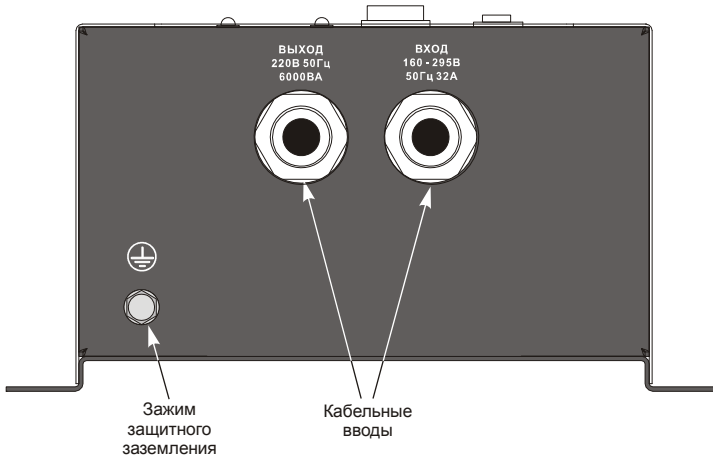

Рисунок 5 – Передняя панель стабилизатора
7.1.5 Соединить зажим защитного заземления X2, находящийся на передней панели стабилизатора (рисунок 5), с шиной защитного заземления оборудования в соответствии с рисунком 6.